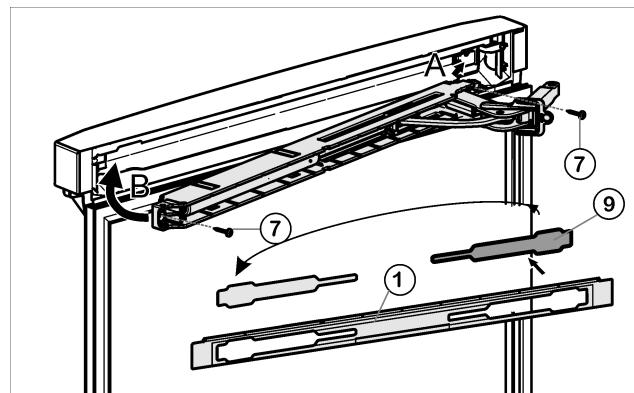

Fig. 16
- ▶ Détacher le cache *Fig. 16* (9) du panneau *Fig. 16* (1) et le remettre en place de l'autre côté.
- ▶ Encliquer l'unité supérieure de l'amortisseur de fermeture avec l'articulation du côté charnière (A) et la guider pour la repositionner (B).
- ▶ Visser l'unité d'amortisseur de fermeture à fond (2 Torx® 15) *Fig. 16* (7).